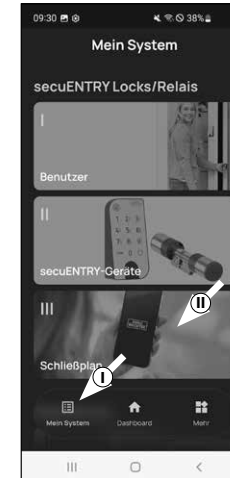

Abb. 1
- 2 Öffnen Sie das Menü „Mein System“ (I) (Abb. 1)
- 3 Tippen Sie auf den dritten Menüpunkt III - Schließplan“ (II) (Abb. 1).